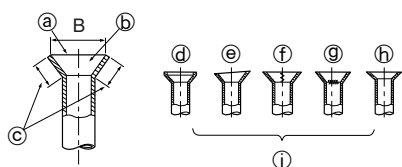

Fig. 5-7
5.2.5. Comprobación (Fig. 5-7)